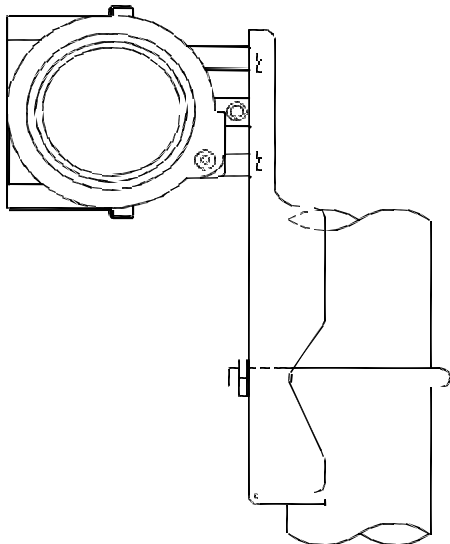

图 2.1 平支架管装
**平支架管装**的典型安装方式如图 2.1 所示。用所提供的 4 个螺栓将变送器固定于管装平支架上，再通过 U 型螺栓将管装平支架固定于  $\Phi 50\text{mm}$  左右的垂直管上。